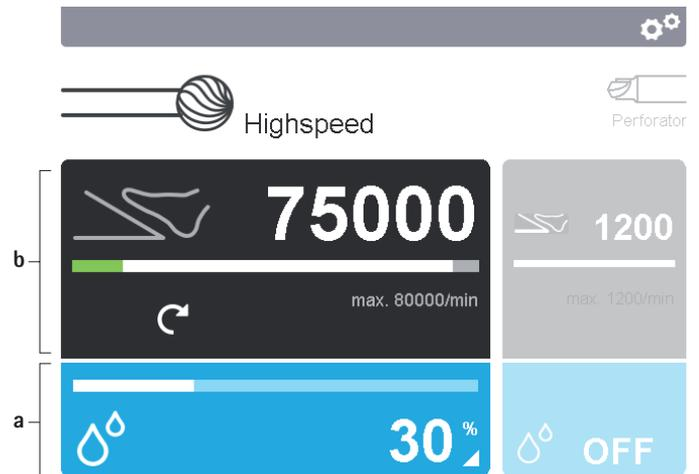

Fig. 5 Activación de los paneles de mando
- ▶ Modificación de los parámetros de ajuste del elemento de aplicación: Accionar el panel de mando del elemento de aplicación **b** en la pantalla 2, ver Fig. 5.